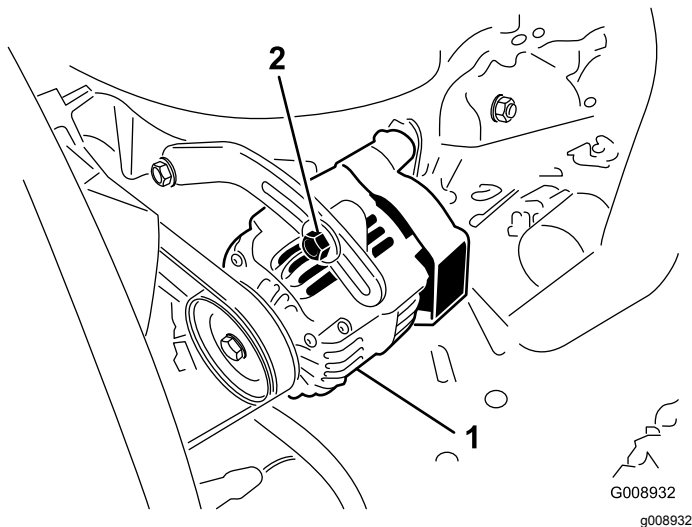

Figure 59
Vérifiez l'état et la tension des courroies (Figure 59) toutes les 100 heures de fonctionnement.
2. Si vous n'obtenez pas une flèche de 10 mm, desserrez les boulons de fixation de l'alternateur (Figure 59).